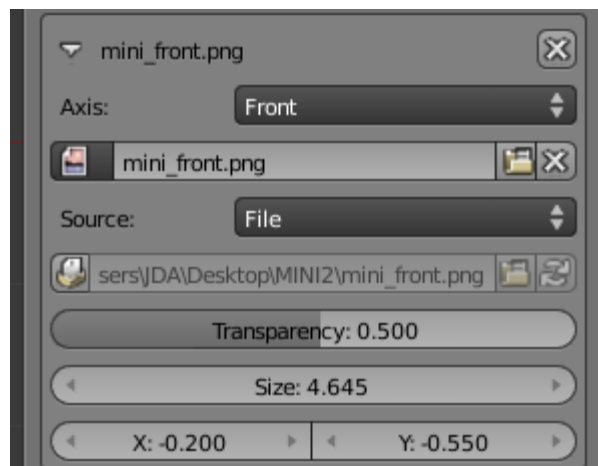

Figura 4.7
16. Na tabela de propriedades, painel Background Images, subpainel Axis Front, centre cuidadosamente a imagem editando a caixa X, figura 4.7.
17. No mesmo subpainel, editando o parâmetro Size, ajuste cuidadosamente a imagem à dimensão transversal (xx) do cubo, figura 4.7.